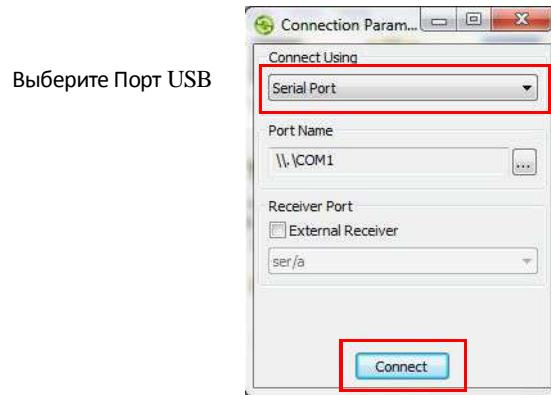

Рис. 7: Окно Параметры подключения
- с. В окне Параметры подключения (Рис. 7) выберите Последовательный порт и название порта, и затем нажмите Подключиться.